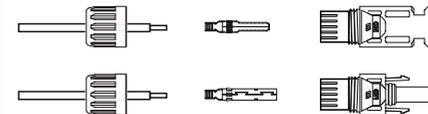

Figura 5.13 Desmontagem da porca da tampa do conector
1. Descarne o fio DC em cerca de 7 mm. Desmonte a porca da tampa do conector. (consulte a Figura 5.13)